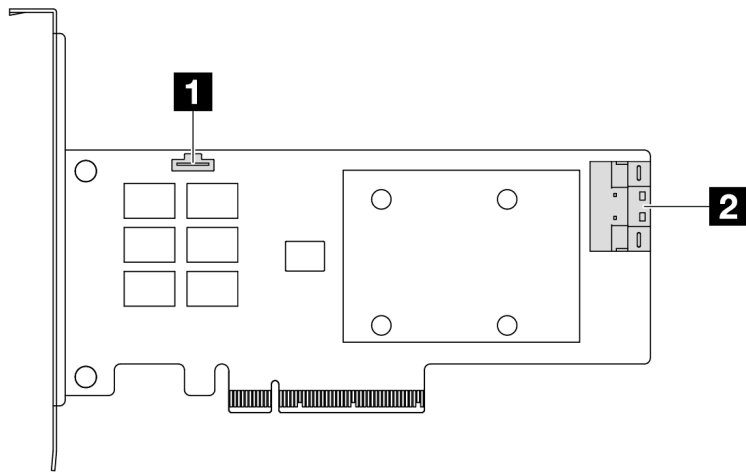

Figura 318. Un adaptador RAID/HBA SFF 8i Gen 4 (un conector de puerto)
- Figura 318 “Un adaptador RAID SFF 8i Gen 4 (un conector de puerto)” en la página 360